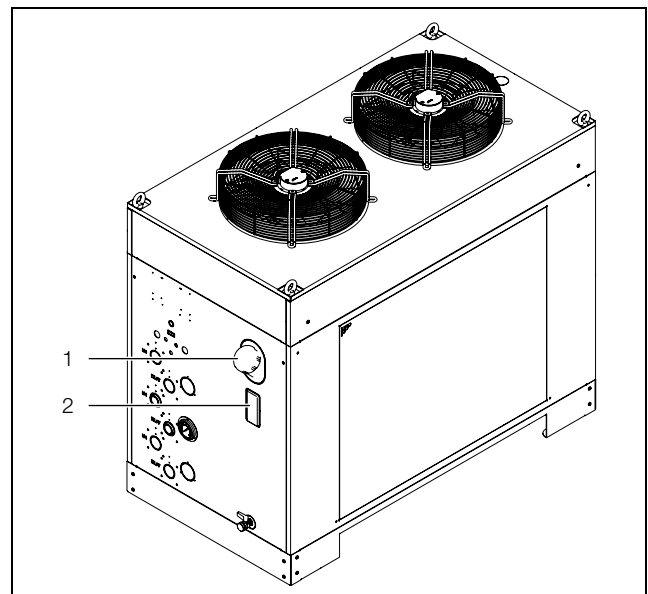

Abb. 16: Kühlmedium einfüllen
- Befüllen Sie den Chiller über den Befüllstutzen (Abb. 16, Pos. 1) des Tanks mit Kühlmedium.
- Kontrollieren Sie den Füllstand am Behälter durch die Öffnung in der Verkleidung (Abb. 16, Pos. 2).